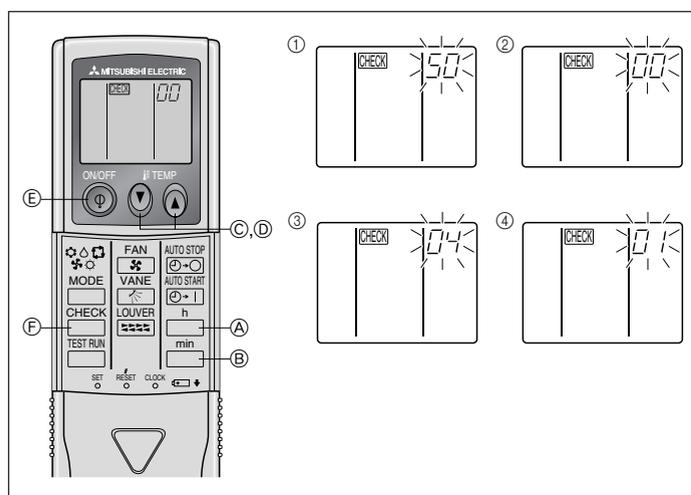

Fig. 6-9
- ⑧ Premere il pulsante MODE (E); il modo e il numero del parametro (I) e (II) cambieranno restando costantemente accesi. Si può confermare il contenuto dell'impostazione.
- ⑨ Premere contemporaneamente i tasti (A) FILTER e (B) TEST RUN per almeno due secondi. La schermata di selezione funzioni scompare temporaneamente e appare l'indicazione di condizionatore d'aria spento.
**2) Per il regolatore a distanza senza fili (Fig. 6-9)**